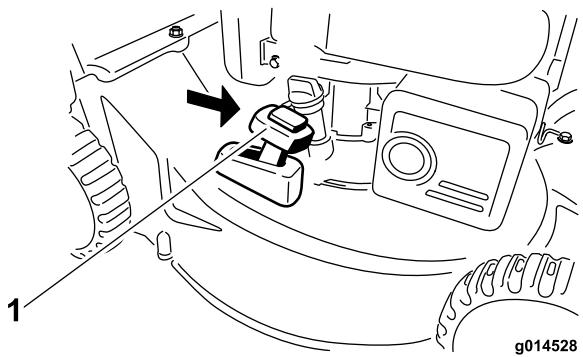

Figura 18
2. Instale la bolsa de recogida; consulte Cómo retirar la bolsa de recogida (página 12), y mueva la palanca de ensacado a demanda al modo de **ensacado** (Figura 18).
**Nota:** Si la bolsa de recogida está instalada en la máquina, retírela antes de proceder a la descarga lateral de los recortes; consulte Cómo retirar la bolsa de recogida (página 12). La palanca de ensacado a demanda debe estar en el modo de **ensacado** (Figura 18).